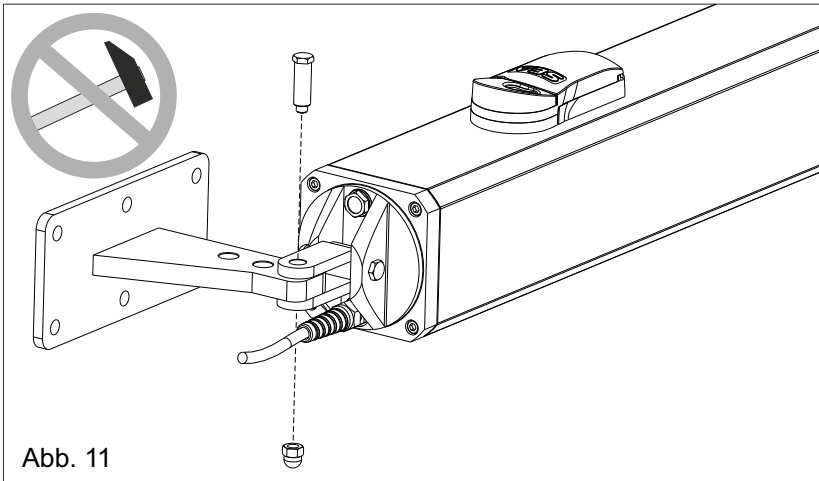

Abb. 11
- Die Schwinggabel, wie in Abb. 11 befestigen